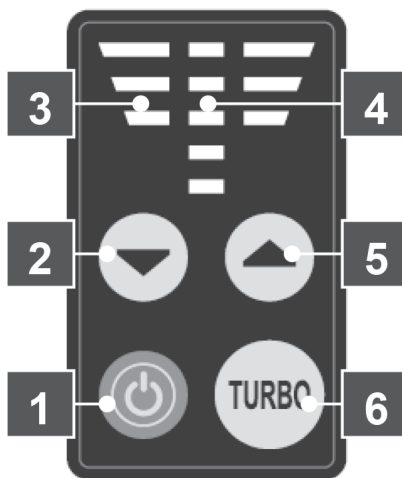

Рис. 6
6.4. Включение/выключение и переключение режимов воздуходувки (рис. 6)